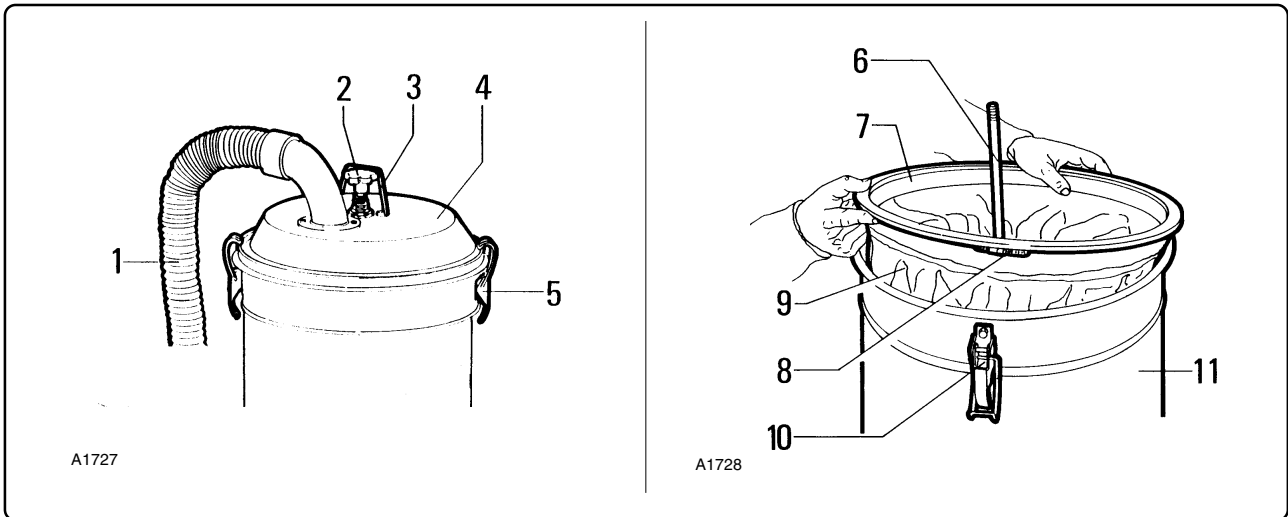

Fig. 7.5.1
- Inserire il filtro all'interno della camera filtrante "1" fig. 7.5.1, quindi montarvi il coperchio "4" e bloccarlo mediante i due ganci di chiusura "5".
- Fit the filter into filtering chamber "1" fig. 7.5.1 then mount cover "4" and lock it in place with the two closing hooks "5".
- Introduire le filtre à l'intérieur de la chambre filtrante "1" fig. 7.5.1, puis monter le couvercle "4" et le bloquer avec les deux crochets de fermeture "5".
- Den Filter in die Filterkammer "1" Abb. 7.5.1 stecken, dann den Deckel "4" montieren und mit den Deckelschließklammern "5" befestigen.